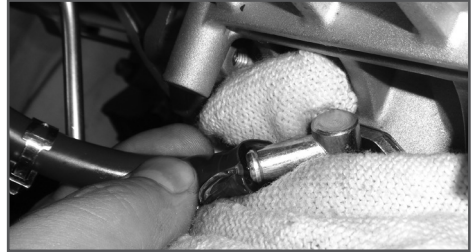

Рис. 11 Удаление воздуха из топливного шланга
4. Как только воздух выйдет, и из отверстия между топливным шлангом и входным штуцером топливного насоса начнет вытекать топливо (Рис. 11), быстро наденьте топливный шланг на штуцер топливного насоса. Установите на место хомут топливного шланга.